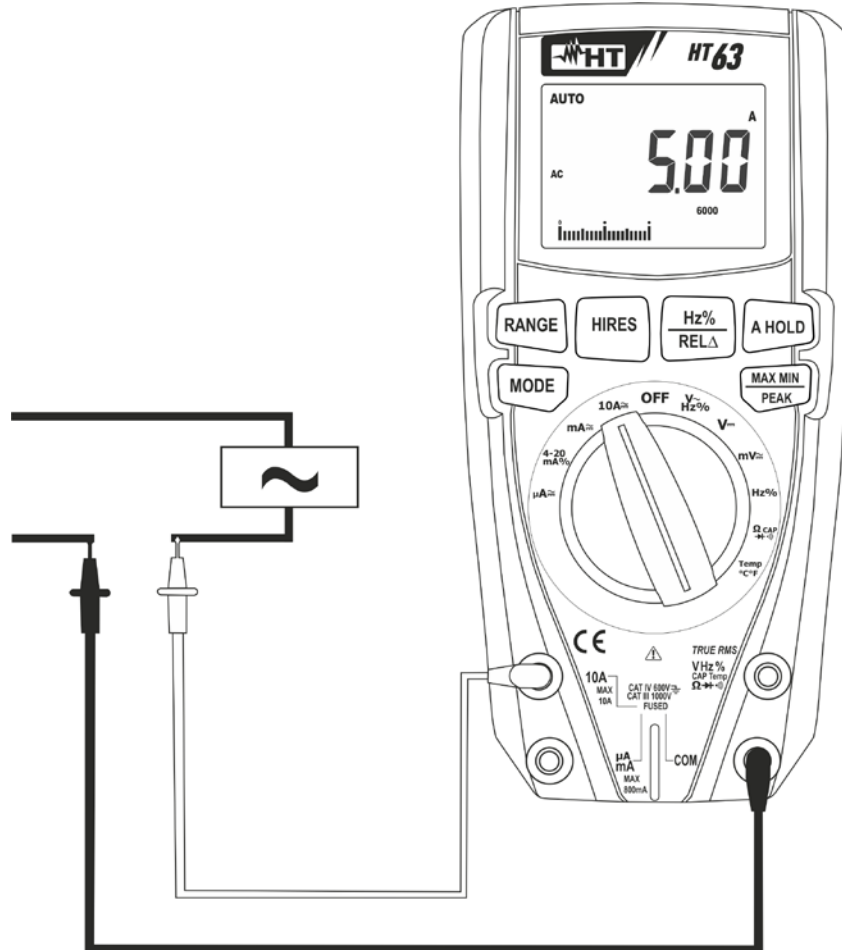

Fig. 10: Uso do instrumento para a medição de Correntes CA
5. Ligar a ponteira vermelha e a ponteira preta em série com o circuito do qual se pretende medir a corrente (ver Fig. 10)